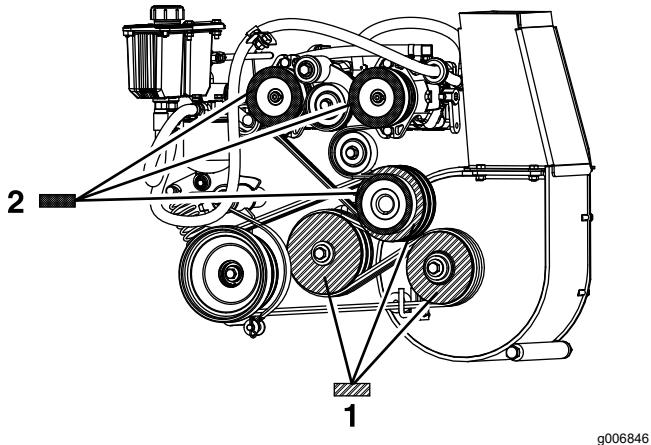

Figura 60
8. Midiendo desde la polea del soplador como punto de partida, mueva el motor y el eje secundario hasta que las superficies traseras de las tres poleas queden alineadas con una tolerancia de 0.8 – 1.6 mm (1/32" – 1/16") (Figura 60).
4. Usando una regla, alinee cada polea de la bomba con la polea del motor deslizándola por el eje de la bomba (Figura 60).